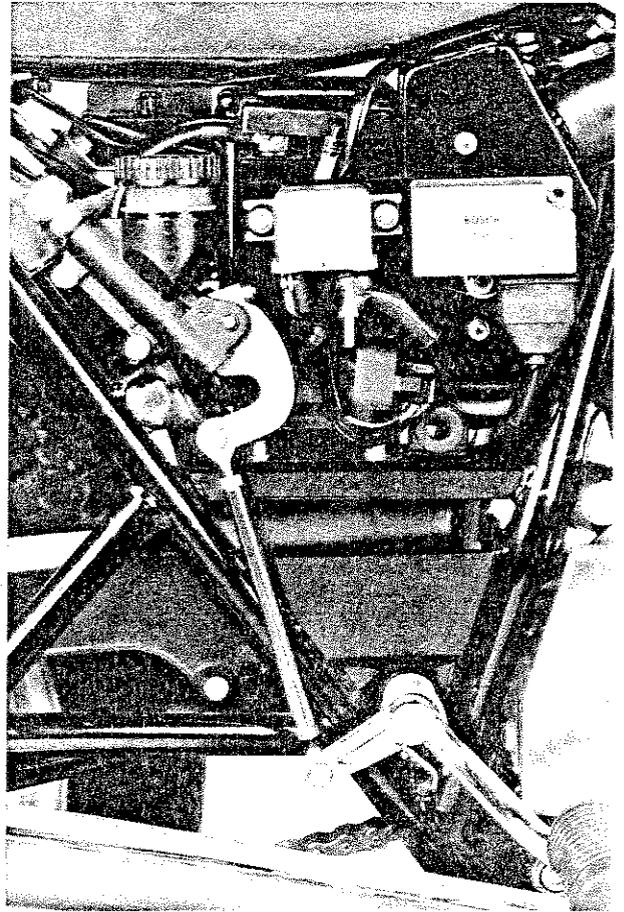

Fig. 1
- 5) Togliere innanzitutto i fusibili o staccare il filo di massa della batteria; togliendo il coperchio della fiancata destra staccare il grosso cavo nero che collega il relè con il motorino di avviamento, staccare la spina sul cavo verde chiaro della spia del folle (Fig. 1).
Disconnect the light green wire from neutral switch (Fig. 1).